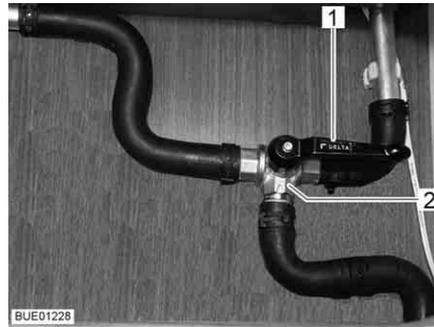

Fig. 164 Válvula de 3 vias
- Coloque a alavanca (Fig. 164,1) da válvula de 3 vias (Fig. 164,2) paralelamente ao sentido reto do fluxo (Fig. 164).
- Coloque a alavanca (Fig. 164,1) da válvula de 3 vias (Fig. 164,2) transversalmente ao sentido reto do fluxo.